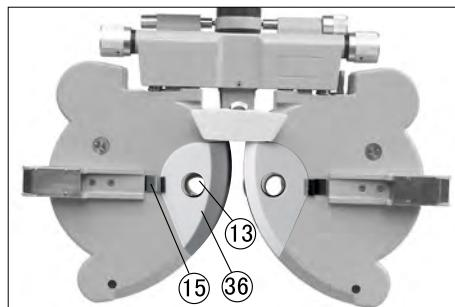

图10
将鼻托③⑥用鼻托压板③⑮卡住，然后将鼻托的通孔与视孔③⑬对齐（图10）。